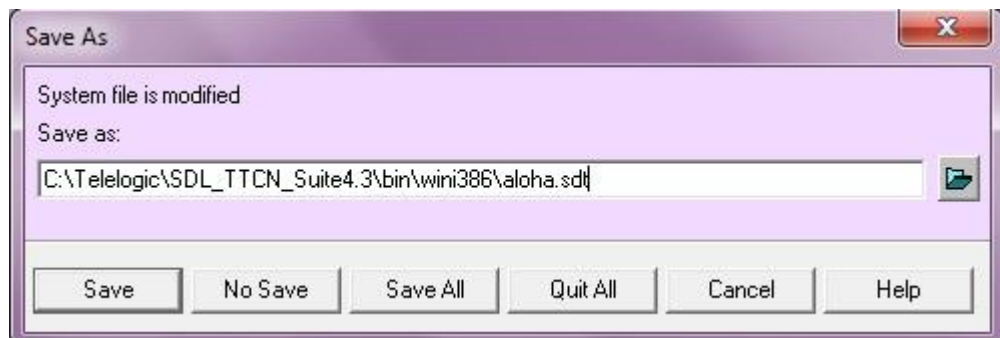

Figura 22: Ventana guardar en Organizer
- Pulsando el botón *Save All* (Guardar todo) que aparece en la ventana de diálogo cuando guardamos desde Organizer. (Véase figura 22).